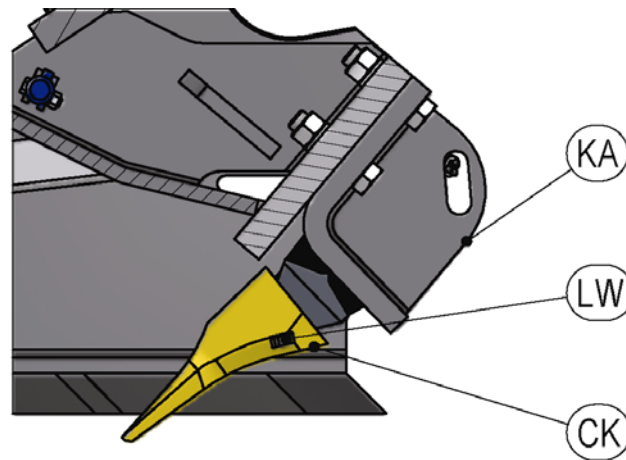

Figure 3 Remplacement de la lame de coupe
1. Sortez la cale d'arrêt (LW, voir Figure 3) qui maintient la lame de coupe (CK) fixée à l'adaptateur à lame (KA).